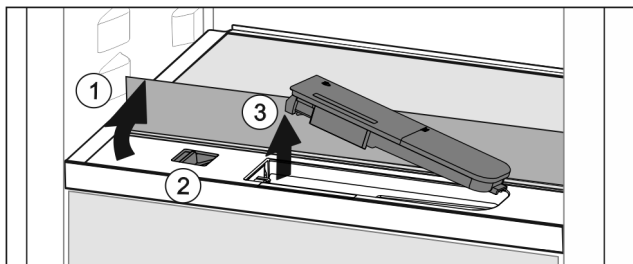

Fig. 48
- ▶ Løft glassplaten og vipp opp til anslag bakover Fig. 48 (1).
- ▶ Skyv skyveren Fig. 48 (2) til venstre.
- ▶ Ta ut vanntanken Fig. 48 (3).